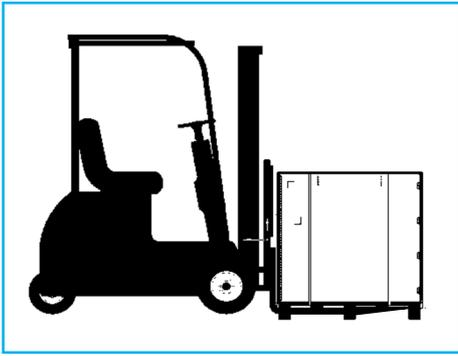

Figura 6 – Posicionamento da embalagem.
- 7.2.6. Ao realizar o carregamento/descarregamento das embalagens, utilize o prolongador nos garfos da empilhadeira ou paleteira, posicionando-os do lado maior da embalagem, conforme Figura 6 e 7, evitando assim, danos a caixa e/ou dificuldades durante o transporte.